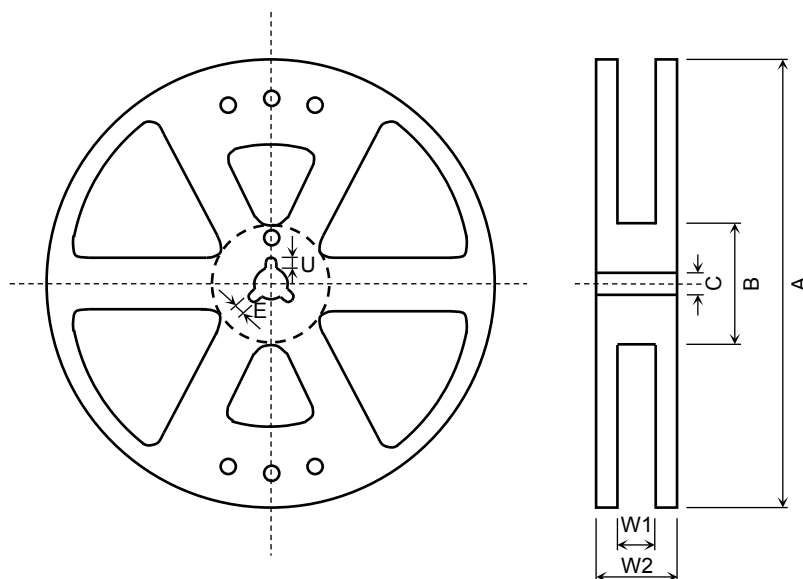

図 3 リール形状
- (1) 材 質: プラスチック
(2) 寸 法: 図 3 および表 4 に示します。